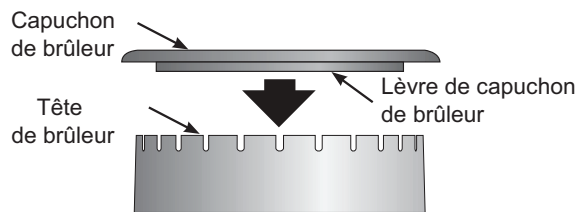

Figure 83: Capuchon de brûleur
1. Retirer le capuchon de la tête de brûleur (voir Figure 83). Nettoyer le capuchon à l'eau chaude savonneuse et sécher soigneusement.